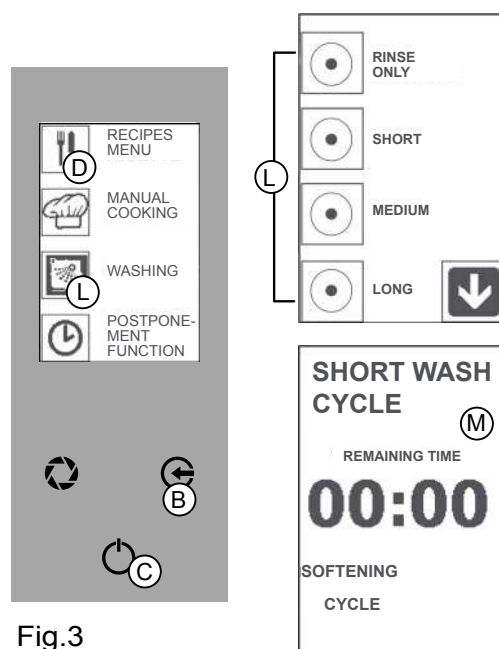

Fig.3
2. Pulse el icono correspondiente para seleccionar el ciclo de lavado deseado (Fig 3/L).
Pulse la tecla "ENTRAR" (Fig 3/C) para activar el lavado.
En la pantalla aparecen las características del ciclo de lavado seleccionado con el tiempo a contar (Fig 3/M).
Pulse la tecla "ENTRAR" (Fig 3/C).
Antes de introducir el DETERGENTE (Fig 3/M - ABLANDAMIENTO)
Para reanudar el lavado pulse la tecla "ENTRAR" (Fig 3/C).
Pulse varias veces la tecla "ESC" (Fig 3/B) para volver a la pantalla inicial.
Reanudar obligatoriamente el lavado, pulse la tecla "ENTRAR" (Fig 3/C).